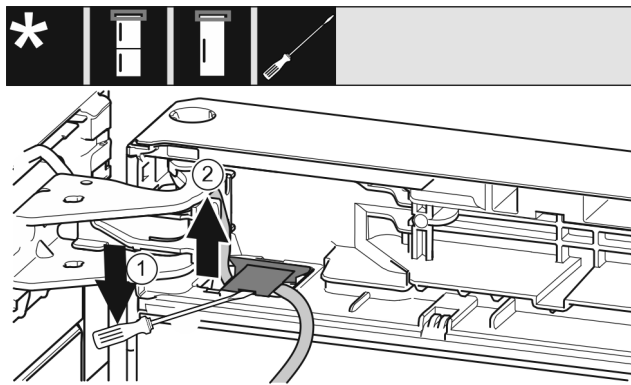

Fig. 21
- ▶ Con el destornillador para tornillos de cabeza ranurada, elevar la cubierta y extraerla. Fig. 21 (1)
- ▶ Extraer el cable. Fig. 21 (2)